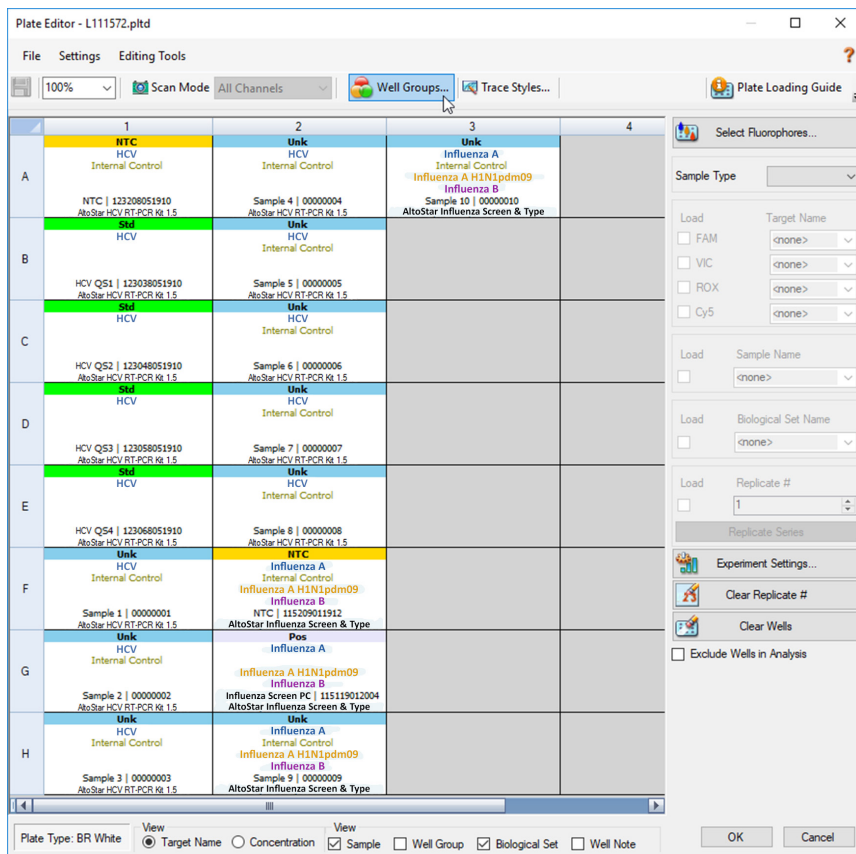

Figura 1: Cuadro de diálogo Plate Editor (editor de placa)
1. En la ventana Data Analysis (análisis de datos), haga clic en el botón **Plate Setup** (configuración de la placa) de la barra de herramientas y seleccione **View/Edit Plate** (ver/editar placa). Se muestra el cuadro de diálogo Plate Editor (editor de placa) (consulte la figura 1).